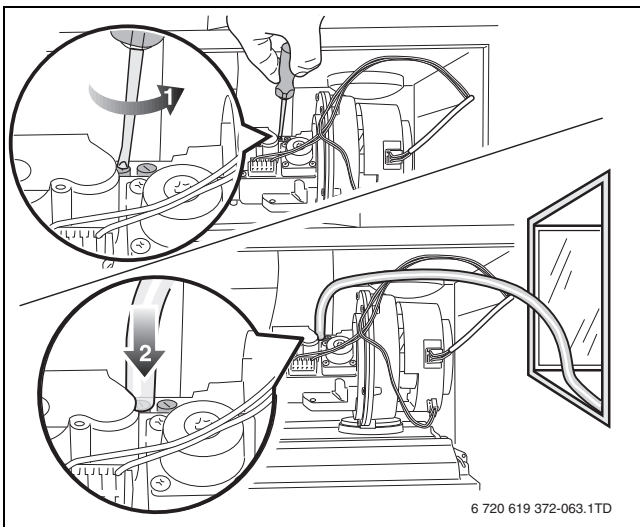

Bild 66 Gasleitung entlüften
- Verschlusschraube am Prüfnippel für Gas-Anschlussdruck und Entlüftung (→ Bild 66, [1]) um 2 Umdrehungen lösen und Schlauch aufstecken.